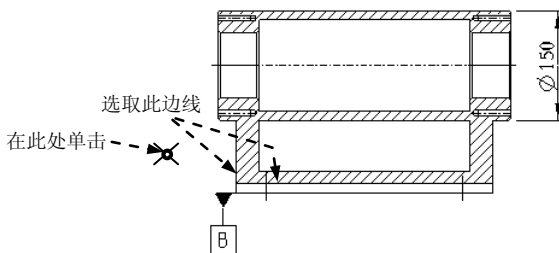

图 5.8.46 选取基准点和放置位置
Step2. 在“选择参考”对话框中单击  按钮，在系统的提示下，按住 Ctrl 键选取图 5.8.46 所示的边线；然后在图 5.8.46 所示的位置单击中键，此时系统弹出“基准目标”操控板。